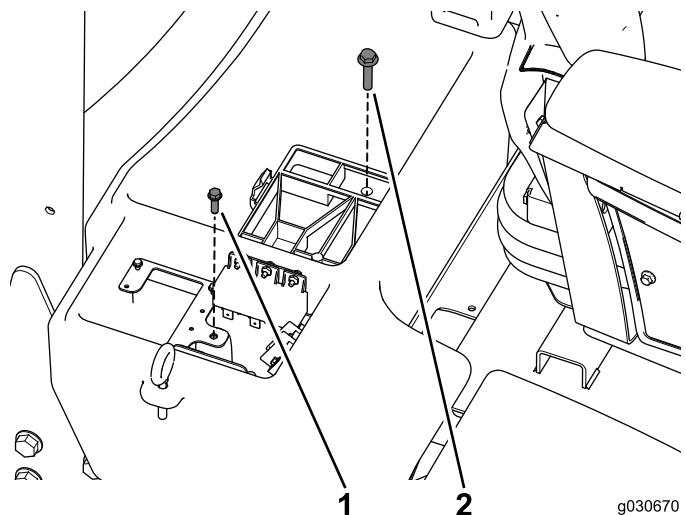

Figura 3
4. Retire e guarde o parafuso que prende a placa da cablagem e o parafuso que prende o compartimento da bateria (Figura 3).